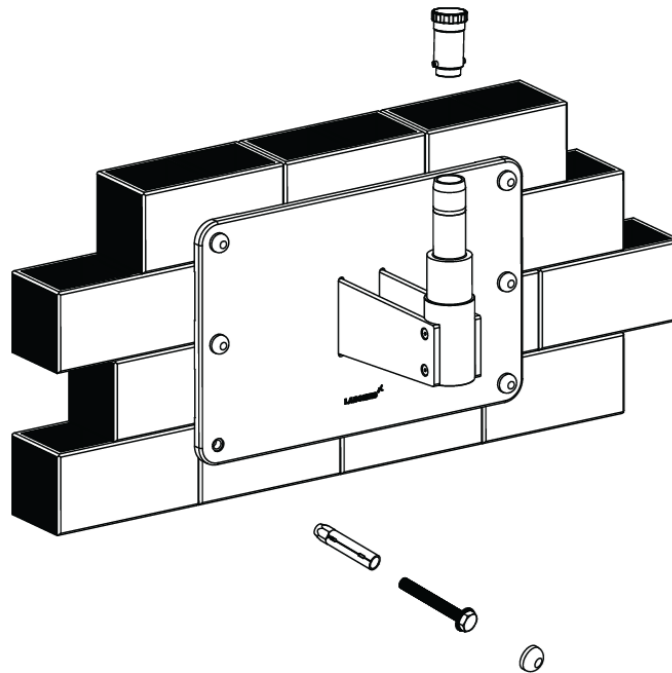

Figura 23
3. Montare il braccio sull'albero di montaggio a parete facendo riferimento alla figura 23 e reinstallare il tappo filettato in posizione.